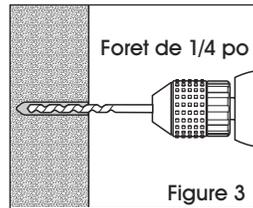

Figure 3
3. Drill holes for each hanger in marked locations using a 1/4" drill bit. (See Figure 3)
3. Percer des trous pour chacun des supports aux endroits marqués à l'aide d'un foret de 1/4 po. (Voir Figure 3)